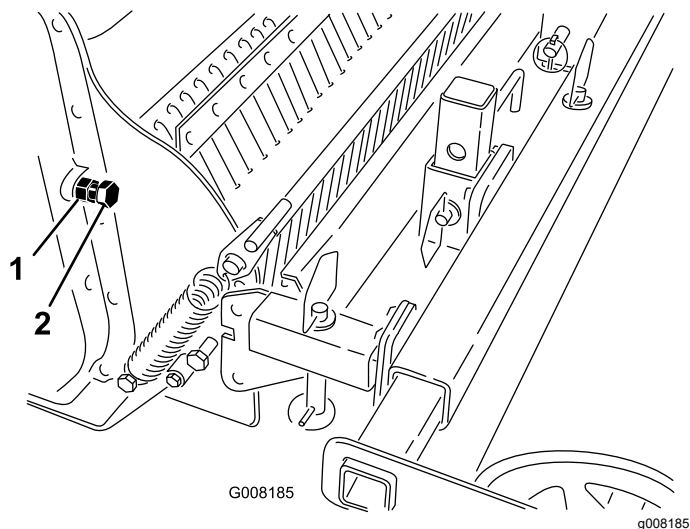

Figura 12
3. Desaperte a porca de retenção do parafuso de ajuste da correia (Figura 12).
4. Rode o parafuso à mão até sentir resistência (Figura 12).